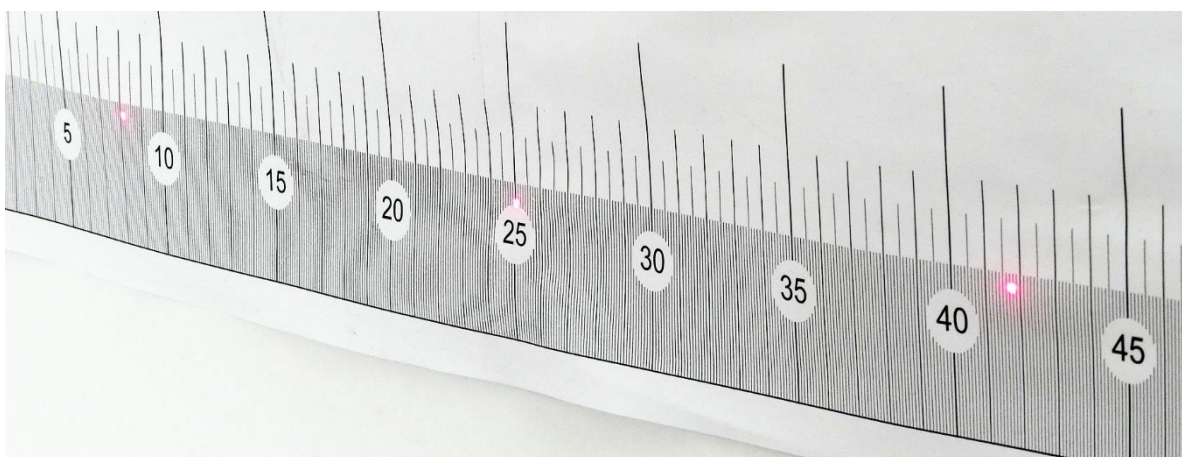

Рис. 9. Дифракція від дифракційної ґратки з числом штрихів 320 на 1 мм (червоний лазер)
4. За формулою (3) обчисліть довжину світлової хвилі зеленого лазера.
5. Аналогічно виконайте вимірювання для червоного лазера (рисунок 9).